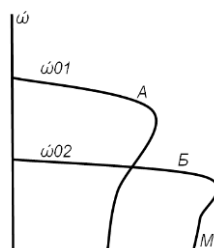

Рис.2
2. Какой схеме переключения пар полюсов статорной обмотки асинхронного двигателя соответствуют характеристики, представленные на рис.2?